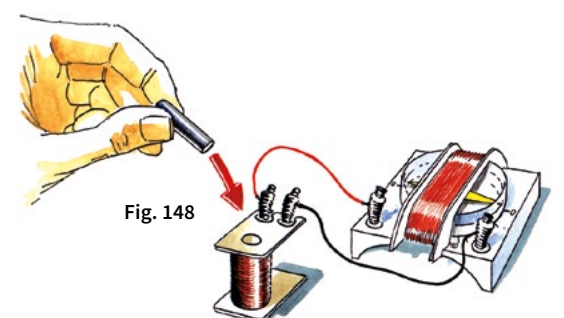

Fig. 148
a) Nous relierons le bobinage au galvanomètre (fig.148). Dans le tube du bobinage, nous faisons glisser rapidement l'aimant permanent : l'aiguille du galvanomètre dévie, mais retourne immédiatement à sa position première. Si maintenant, nous retirons brusquement l'aimant permanent de son logement, l'aiguille du galvanomètre déviara dans l'autre sens.